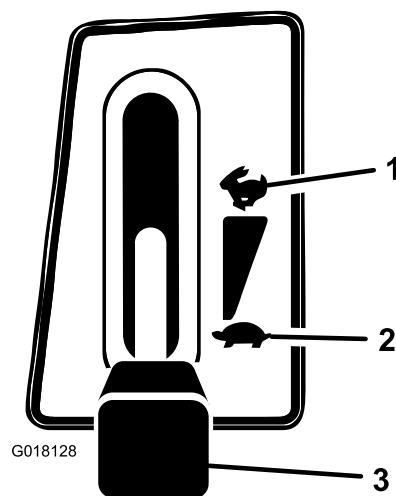

Figura 10
1. Ponga el control de las cuchillas (TDF) en Desengranado (Figura 10).
2. Ponga la palanca del acelerador en Lento (Figura 10).
5. Cuando el motor arranque, mueva lentamente el acelerador a Rápido y presione hacia dentro la palanca del estérter (Figura 10). Si el motor se cala o funciona irregularmente, vuelva a colocar el acelerador en Lento, tire de la palanca del estérter durante unos segundos y luego mueva la palanca del acelerador a Rápido. Repita este procedimiento tantas veces como sea necesario.
1. Ponga la palanca del acelerador en Lento (Figura 10).